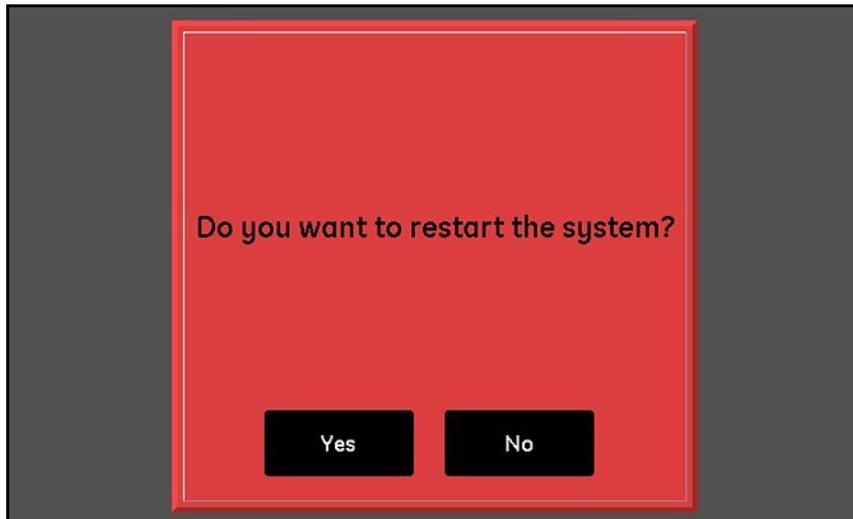

Рис. 30: Экран подтверждения перезагрузки
3. На экране подтверждения, представленном на *Рис. 30* внизу, щелкните **Yes (Да)** для перезагрузки устройства или **No (Нет)** для отмены.
Для перезагрузки системы moisture.IQ нажмите кнопку **Restart (Перезагрузить)**. Затем нажмите **Yes (Да)** или **No (Нет)** на экране подтверждения, аналогичном тому, что представлен на *Рис. 30 на стр. 32*.